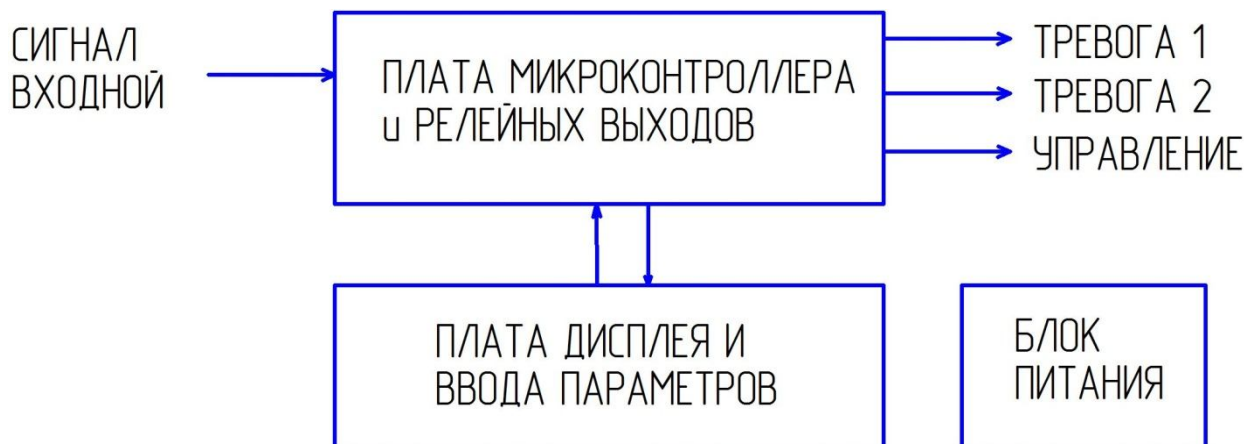

Рис.1 Структурная схема регулятора ПРОМА-РТИ-301 (ПРОМА-РТИ-302).
14. Габаритные размеры, мм	См. рис. 1, 2
1.4.1 Структурная схема регулятора приведена на Рис.1.